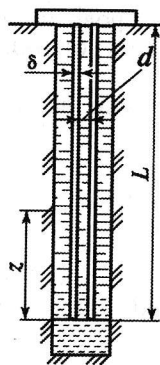

Рис. 4.11
**Задача 4.11.** Буровая скважина наполнена глинистым раствором плотностью  $\rho_p = 1,4 \cdot 10^3 \text{ кг/м}^3$ . Определить координату  $z$  поперечного сечения, где напряжение  $[\sigma] = 0$ . Буровая штанга из стали имеет длину  $L = 800 \text{ м}$ , внутренний диаметр  $d = 156 \text{ мм}$ , толщина стенки трубы  $\delta = 7 \text{ мм}$ ,  $\rho_{ст} = 7,8 \cdot 10^3 \text{ кг/м}^3$  (рис. 4.11).